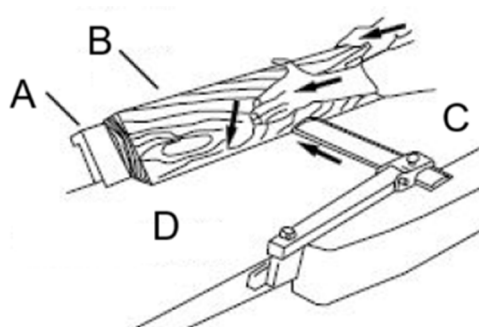

Figura 20
5. Pase el material a través del cabezal de corte, asegurándose de que la cara del material esté completamente plana contra la guía y que el borde esté haciendo contacto sólido en las mesas de entrada y salida (Figura 20).